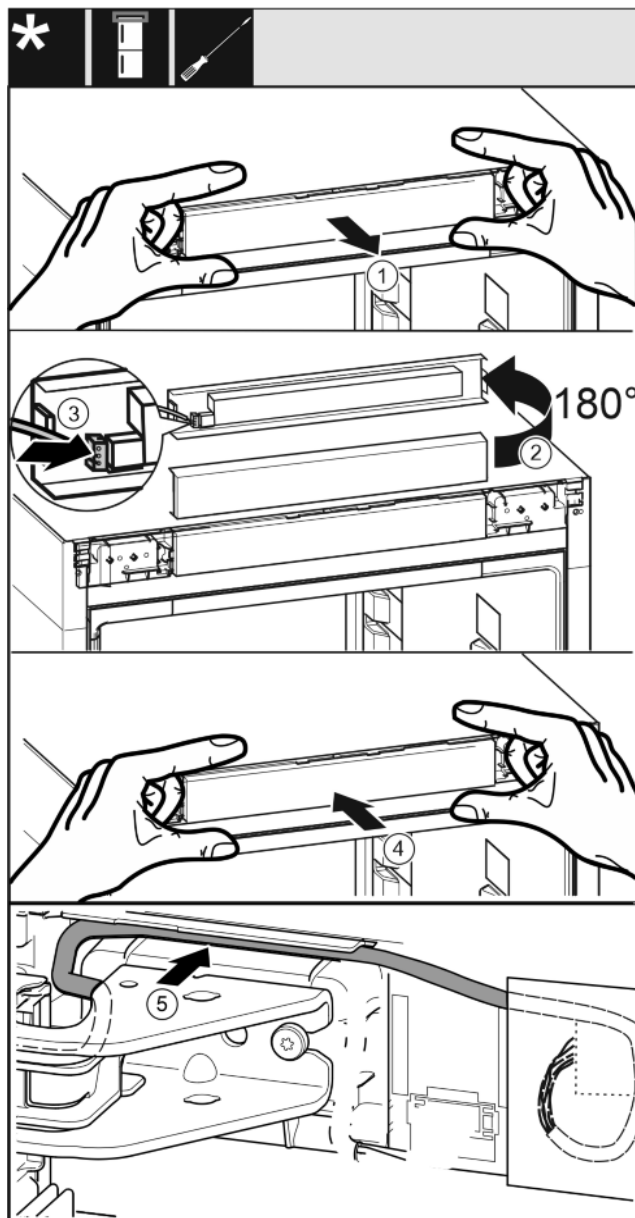

Fig. 34
- ▶ Extrageți cu precauție masca de operare. Fig. 34 (1)
- ▶ Rotiți masca cu 180° în sus. Fig. 34 (2)
- ▶ Fixați în poziție fișa la masca piesei de operare. Fig. 34 (3)
- ▶ Fixați din nou în poziție masca de operare la aparat. Fig. 34 (4)
- ▶ Pozați cu precauție cablul gri în ghidaj deasupra suportului superior de lagăr. Fig. 34 (5)